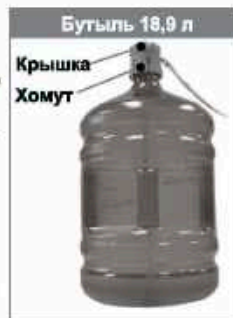

Рис.3 Установка сифона на бутылку с водой
6. Поместите трубку сифона в бутылку и наденьте хомут сифона (рис.3 — 1) на горлышко бутылки до щелчка.
7. Верхнюю часть крышки сифона (рис.3 — 2) опускайте до тех пор, пока трубка